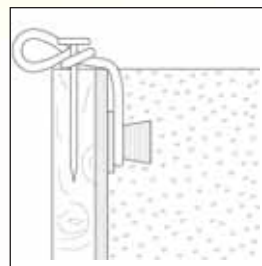

Fig. 1
2. Accrocher les plaques de KALEN-FX à tenons d'ancrage, pour cela amarrer le bord supérieur des plaques (Fig. 1).